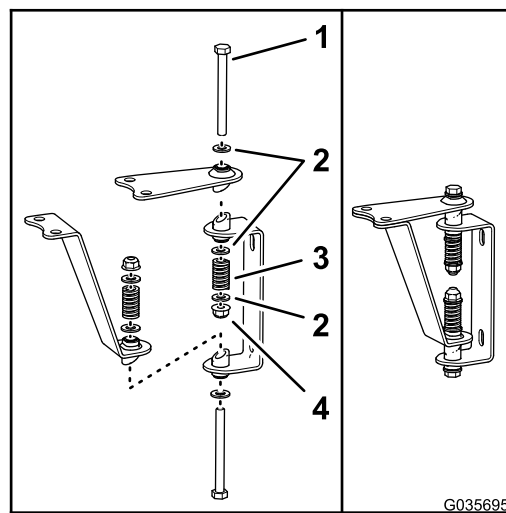
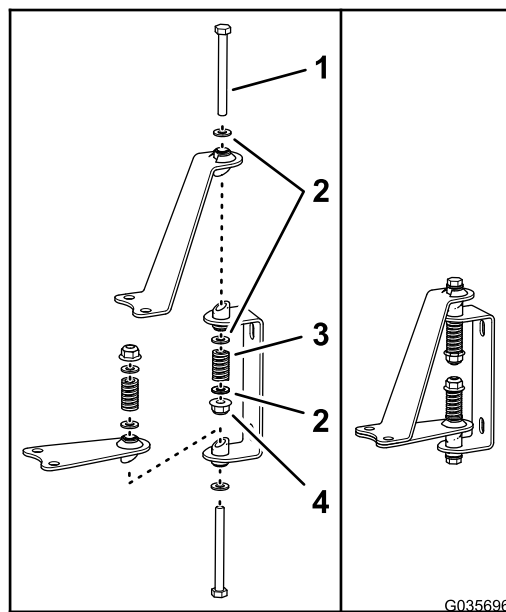

Bild 4
Bild 5
- Stecken Sie die Schrauben durch die Öffnungen des geschweißten Rohrs, die Scharniere und Riemen, wie in **Bild 4** oder **Bild 5** abgebildet.
- Legen Sie eine Flachscheibe auf das freiliegende Ende jeder Schraube (**Bild 4** oder **Bild 5**).
- Setzen Sie eine Feder auf das Ende jeder Schraube (**Bild 4** oder **Bild 5**).
- Legen Sie eine Flachscheibe und eine Sicherungsmutter auf das Ende jeder Schraube (**Bild 4** oder **Bild 5**) und ziehen Sie die